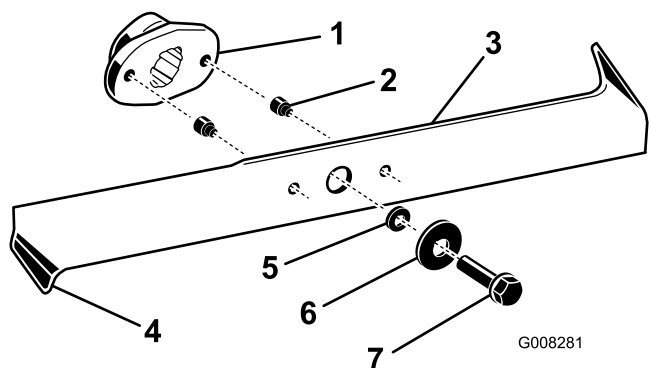

Figura 35
2. Controllate i taglienti (Figura 35). Se i taglienti non sono affilati o presentano intaccature, togliete le lame ed affilatele; vedere Affilatura delle lame.
3. Controllate le lame, in particolare i bordi curvi (Figura 35). In caso di usura o scanalature in questa
4. Sostituite immediatamente i perni di sicurezza se sono spezzati (Figura 35).
3. Togliete i bulloni, le rondelle e le lame (Figura 35). In sede di rimozione dei bulloni, per bloccare le lame inserite un blocco di legno tra ogni lama e il tosaerba.
1. Montate le lame, le rondelle e i bulloni delle lame (Figura 35).